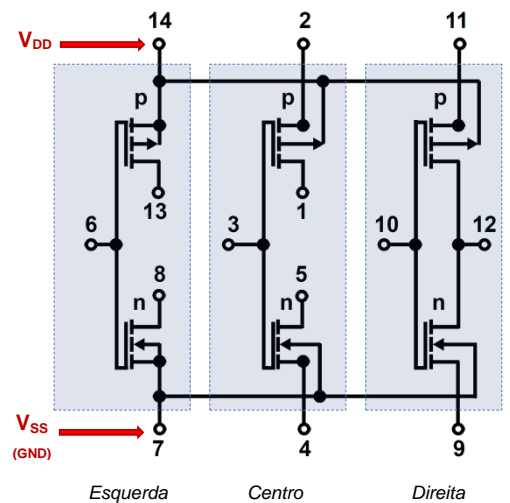

Figura 1 (b)
- 5.1. Consulte a folha de catálogo com as características do circuito integrado CA4007. Identifique os pinos do circuito integrado correspondentes aos terminais da Figura 1 (b). Monte o circuito inversor na placa de *breadboard*. Não ligue a fonte de alimentação.